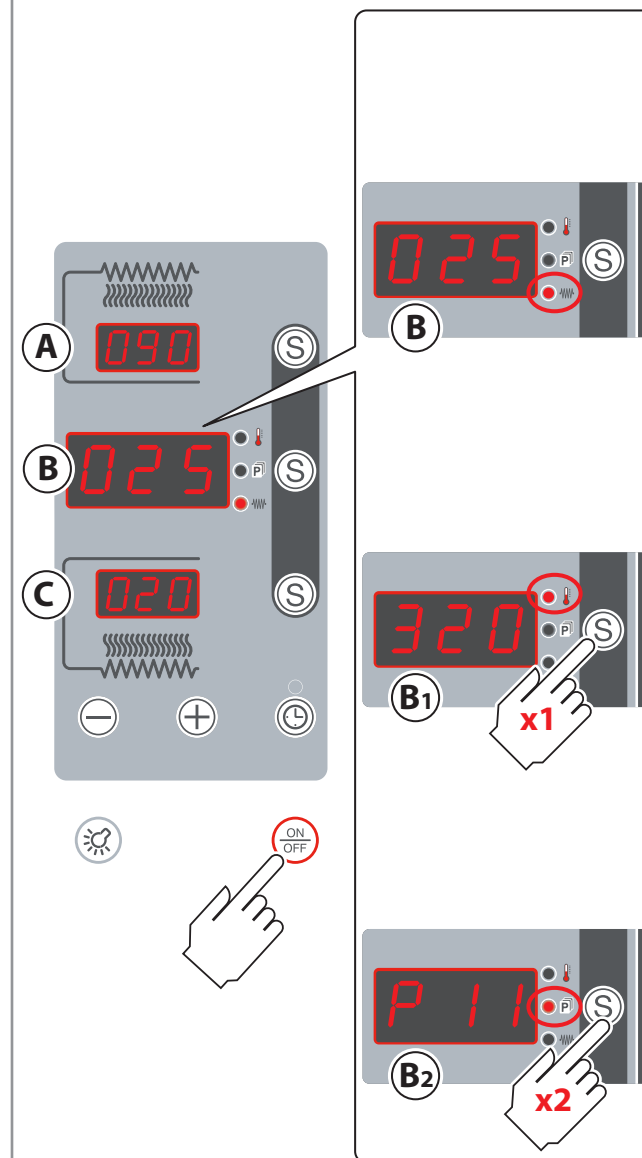

Abb.15.
► Kap. „**Manuelle Einschaltung**“ auf Seite **14** und konsultieren **Abb.15.**
#### ► Abb.15.